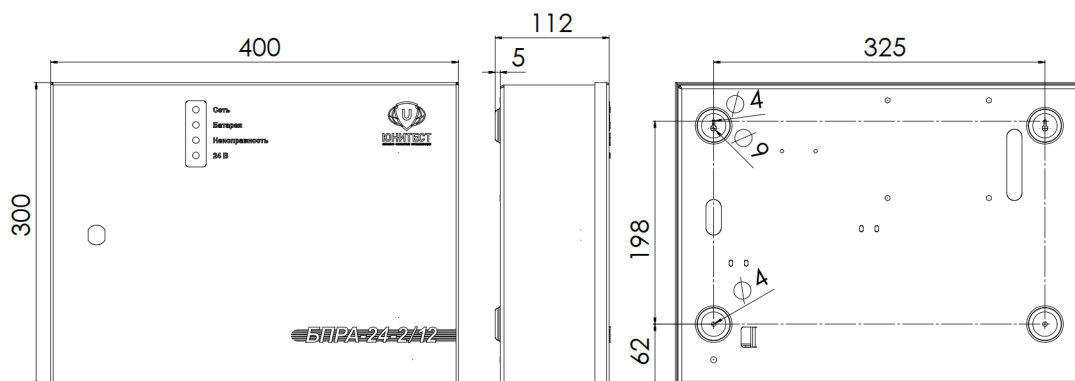
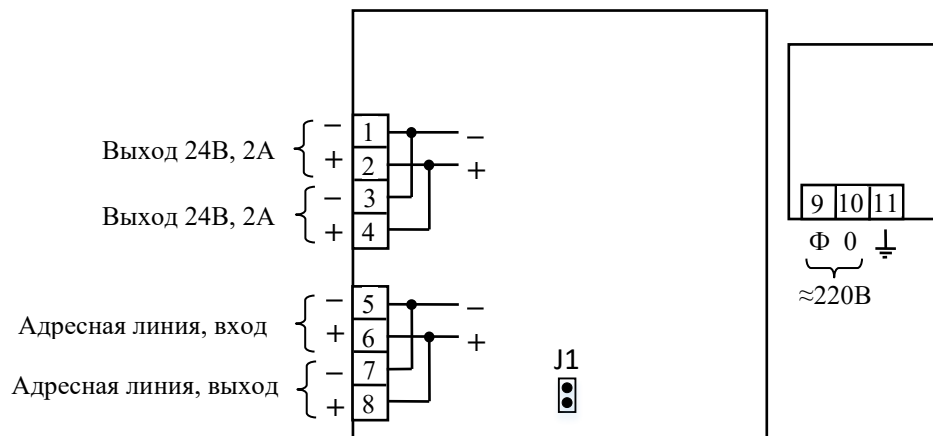

Рис.1. Габаритные и установочные размеры МАКС-БПРА-24-2/12.
Рис.2. Схема подключения БПРА.
2.1.1. При проектировании размещения устройств пожарной автоматики необходимо руководствоваться Сводом правил СП 484.1311500.2020. Габаритные и установочные размеры БПРА показаны на рис.1, принципиальные схемы подключения – на рис.2.
2.2.1. БПРА (см. рис.2) поставляется с установленными джампером 1 (программирование адреса).